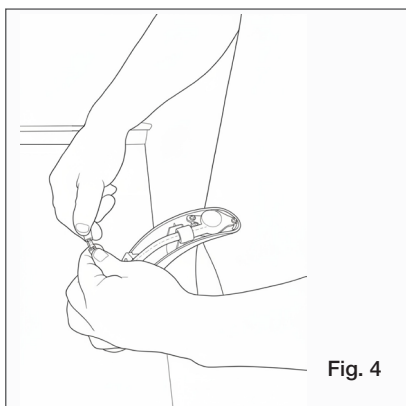

Fig. 4
- Evitar estar demasiado próximo da torneira no momento em que o cabo de alimentação é ligado (fig. 4).
4. Place your hand in front of the sensor to test the activation distance (fig. 4).
- Do not stand too close to the tap when reconnecting the power supply cable (fig. 4).